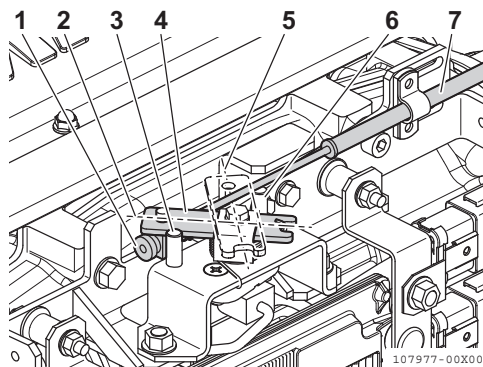

Figura 4
1. Per regolare, allentare la vite di regolazione (**Figura 4, (1)**) del cavo di controllo a distanza e regolare.
2. Regolare per prima la posizione di arresto bassa velocità (**Figura 4, (2)**), quindi regolare la posizione di arresto alta velocità (**Figura 4, (5)**), con la viti di regolazione sulla leva del comando a distanza (**Figura 4, (4)**).